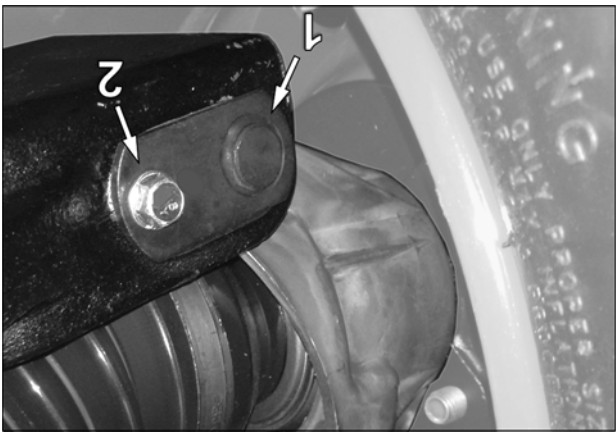

Fig. 5
5. Dévisser le boulon (2) et retirer l'axe d'articulation au moyen de roue. Voir la Fig. 5